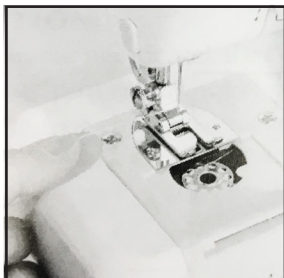

Fig. 5
4. Segure a extremidade da linha superior com uma mão e gire o volante no sentido anti-horário com a outra mão. A linha da agulha irá pescar a linha da bobina através do buraco abaixo da agulha. (Fig. 5)